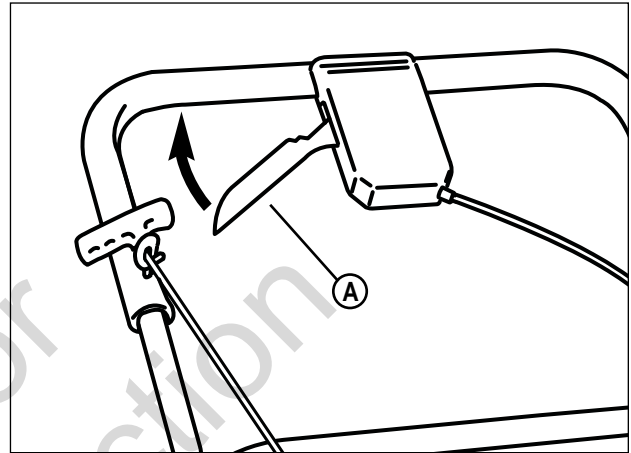

Figure 12 : Actionnement du système d'entraînement des roues avant
2. Tirez lentement sur le levier d'entraînement (**A**, Figure 12) vers l'arrière. Le système d'entraînement est maintenant embrayé. Pour augmenter la vitesse de progression au sol, amenez lentement ce levier d'entraînement un peu plus en arrière. Pour diminuer cette vitesse, relâchez-le un peu.